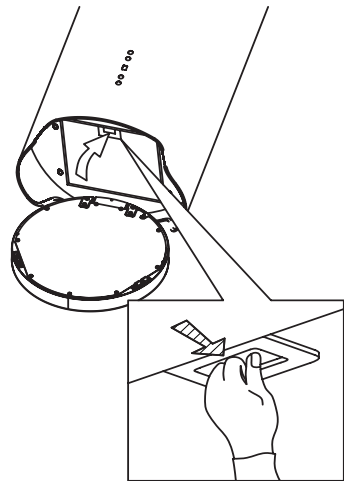

Fig. 24
2. Scoateți filtrul metalic de grăsime (Fig.24, pagina 26);